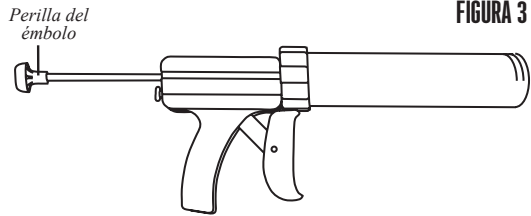

FIGURA 3
4. Alinee las roscas del tubo con el extremo abierto del conjunto del asa, gírelo en el sentido de las agujas del reloj hasta que quede sujeto en su lugar (**Figura 3**).